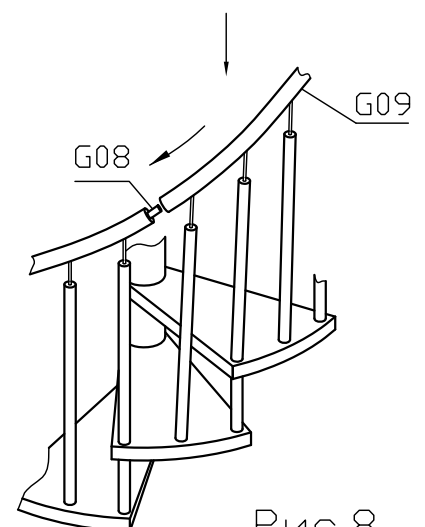

Рис.8
2.7.4 Выдавите немного герметика в отверстия для балясин на боку среднего элемента поручня (G09), а отверстие на торце смажьте клеем ПВА. Элемент поручня насадите на балясины, при этом отклоняйте его в сторону так, чтобы шкант и отверстие в поручне совместились, и сожмите элементы между собой. См. Рис.8.